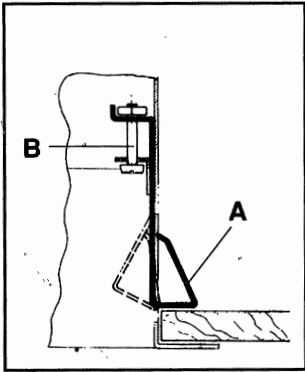

Fig. 4
- c) Insérez le filtre dans les points de repère **C** (fig. 4) en faisant coïncider les repères **D** et **E** et faites-le tourner dans le sens horaire (comme indiqué par la flèche), jusqu'à ce qu'il ne se bloque (fig. 3).
- c) Serrez les vis **B** (fig. 4) pour fixer l'appareil à l'élément.